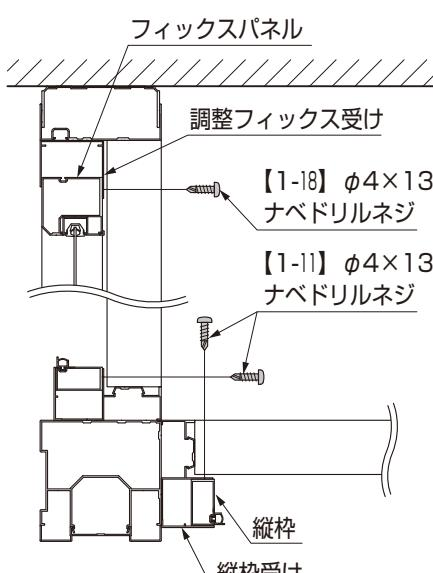

図3-12
③縦枠と縦枠受けを【1-11】で固定してください。(図3-11、図3-12参照)
④フィックスパネルを調整フィックス受けに【1-18】で固定してください。(図3-11、図3-12参照)